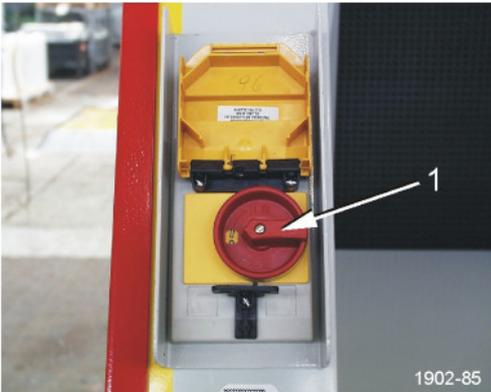

Bild 10
1. Hauptschalter durch Betätigung von Drehgriff [1], (Bild 10) einschalten.